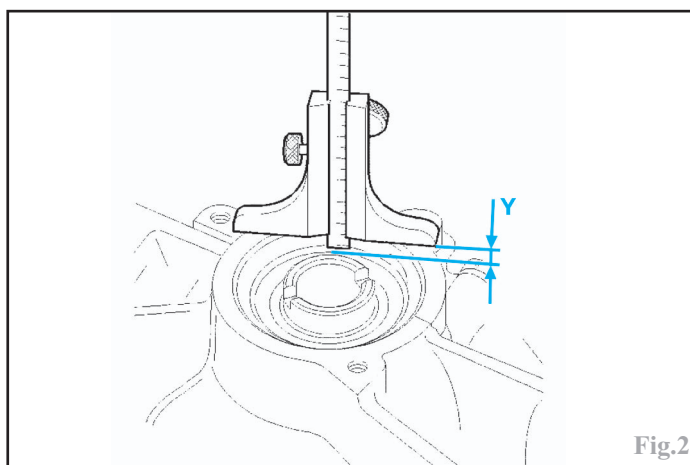

Fig.2
*-à l'aide d'une jauge de profondeur, mesurer la distance (**Y**) entre le plan de joint du carter et la bague extérieure du roulement (Fig.2).*